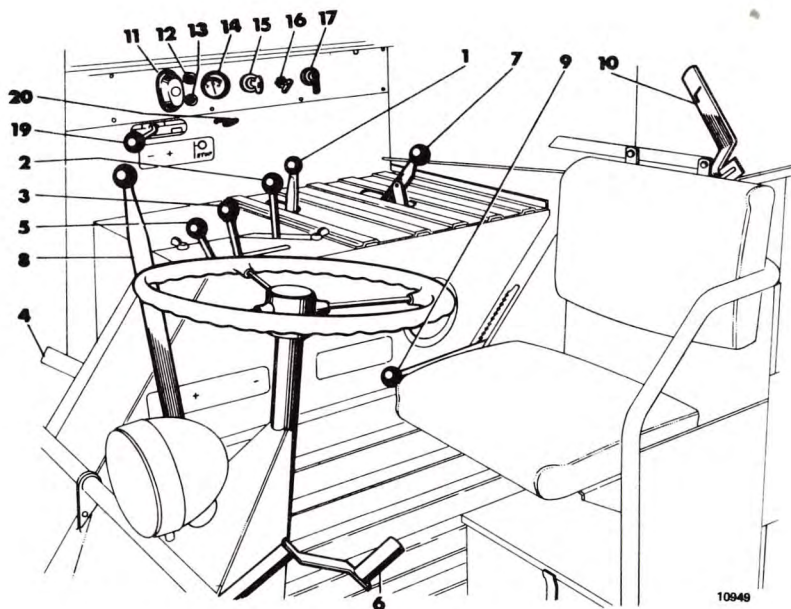

Bild 21.
1. Frikoppla tröskverket genom att föra spaken 7, bild 21, åt vänster.